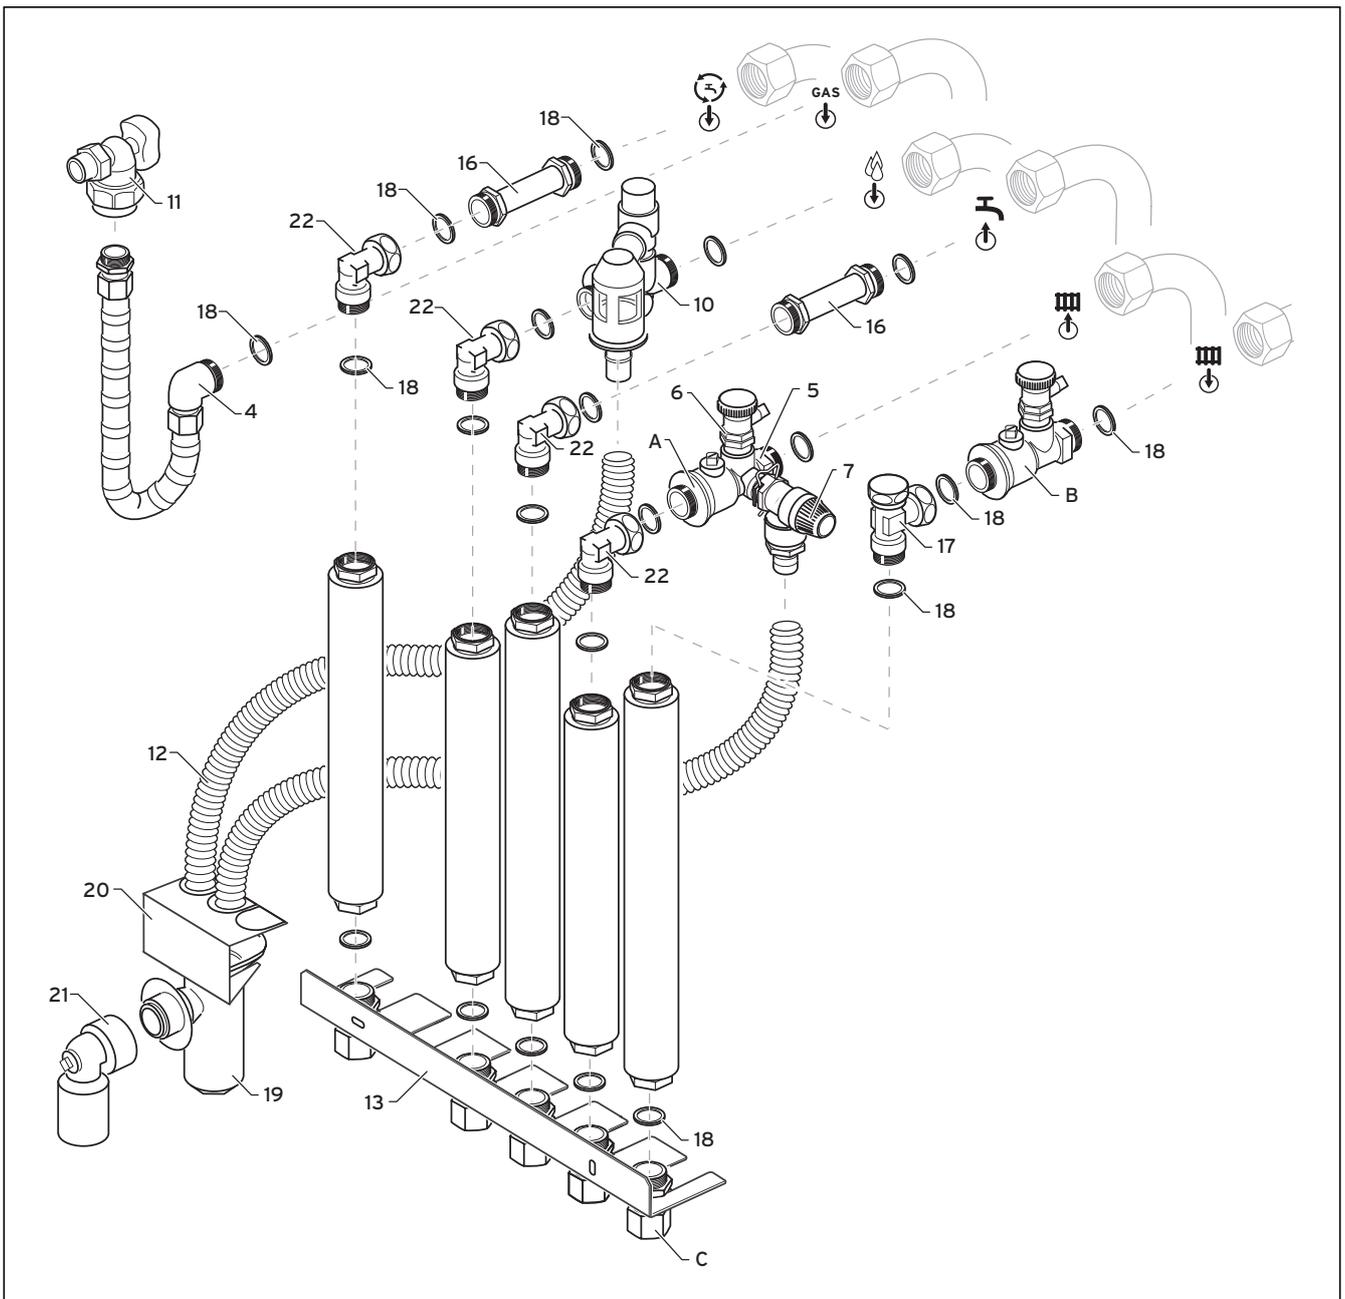

Abb. 4.14: Übersicht Geräteanschlüsse
Bei der Montage des Heizkreisvorlaufs gehen Sie wie folgt vor (vgl. Abb. 4.14):
Bei der Montage des Heizkreisrücklaufs gehen Sie wie folgt vor (vgl. Abb. 4.14):
Bei der Montage des Warmwasseranschlusses gehen Sie wie folgt vor (vgl. Abb. 4.14):
Bei der Montage des Kaltwasseranschlusses gehen Sie wie folgt vor (vgl. Abb. 4.14):
Bei der Montage der Zirkulation gehen Sie wie folgt vor (vgl. Abb. 4.14):
Der Anschluss des Geräts erfolgt gemäß Abbildung 4.14 unter Verwendung von je einem Rechteckdichtring.
- Drehen Sie die graue Kappe des Sicherheitsventils (7, Abb. 4.14) in die darauf markierte Pfeilrichtung. Hierbei muss Wasser aus dem seitlichen Abgang fließen. Anschließend muss das Sicherheitsventil (7, Abb. 4.14) wieder dicht sein.